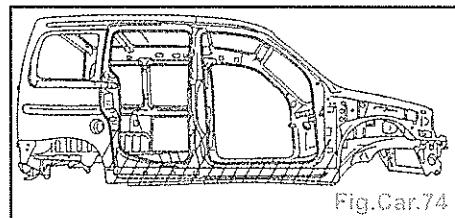

Fig.Car.74
- Pulvériser de la cire fluide : référence C5 (Fig.Car.74).